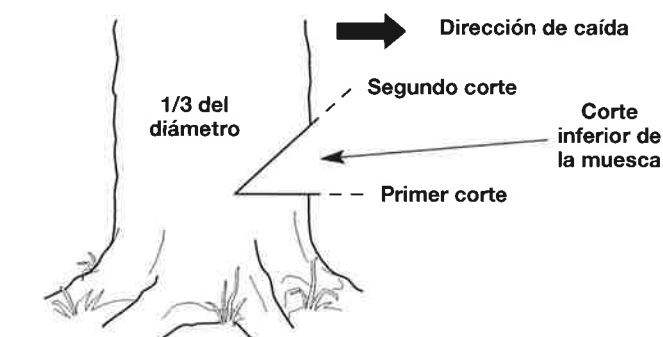

Fig. 12
1. Haga un corte horizontal en el tronco del árbol (Fig. 12). El corte debería ser de aproximadamente $1/3$ del diámetro del árbol y cerca del suelo. Para evitar que el peso de la madera comprima la barra guía, siempre haga este corte en primer lugar.
2. Haga un corte a 45° en el tronco del árbol, arriba del primer corte (Fig. 12). Continúe cortando hasta que los dos cortes se unan.